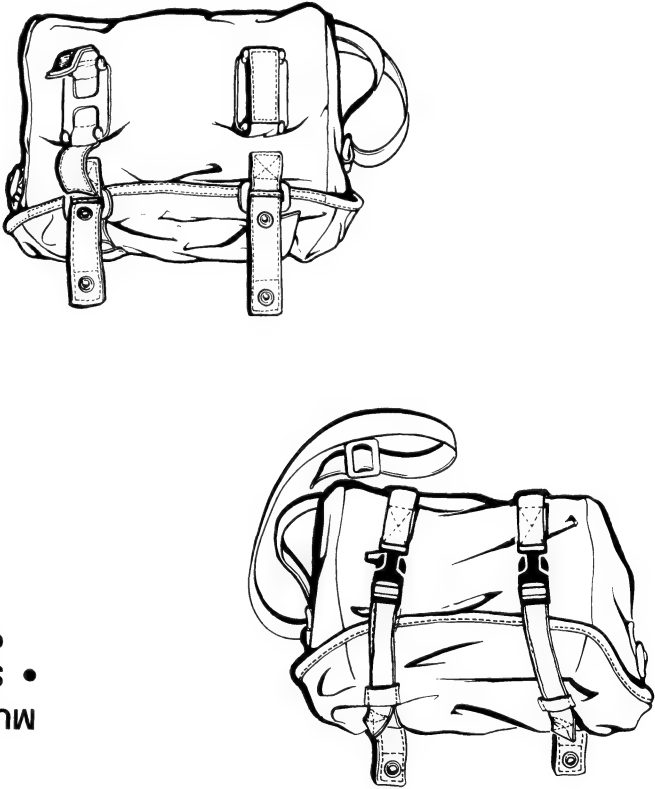

Figure 3-2 Éléments de la tenue de combat complète
2. Les éléments de la tenue de combat complète sont illustrés à la figure 3-2.